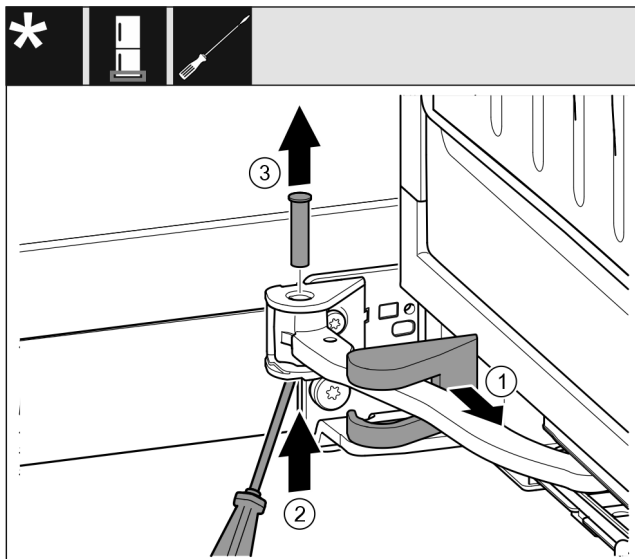

Fig. 19
- ▶ 卸下托架盖 Fig. 19 (1)并沿着铰链移动。
- ▶ 将螺栓 Fig. 19 (2)用螺丝刀从下方提起。
- ▶ 从上方拉出螺栓 Fig. 19 (3)。